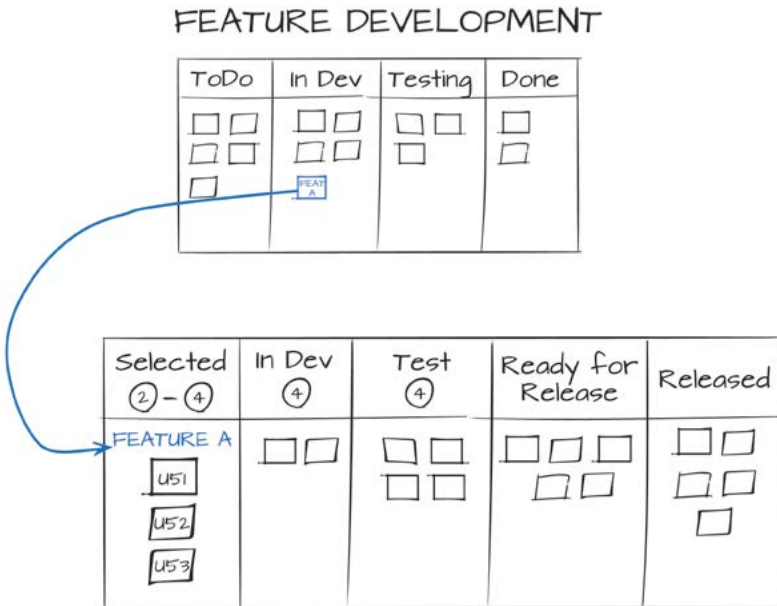

Figure 16 Exemple de la croissance par la hauteur
**La croissance verticale :** Si l'on considère la hiérarchie des éléments de travail constituant les livraisons, chaque niveau hiérarchique a potentiellement des caractéristiques de flux différentes. Par exemple une « user story » est une petite partie d'une fonctionnalité (« feature ») d'un produit logiciel. Les « Features » peuvent être considérées comme une partie du logiciel livré (« release »). Kanban peut être utilisé à chacun de ces paliers avec des flux de travaux et règles différentes à chaque palier. Cette dimension utilise la nature « scale-free » (échelle libre) de Kanban — les mêmes principes et pratiques s'appliquant quelle que soit la taille de l'élément de travail, même si la nature du travail à différents paliers résulte de systèmes et de règles vraiment différents (Figure 16).